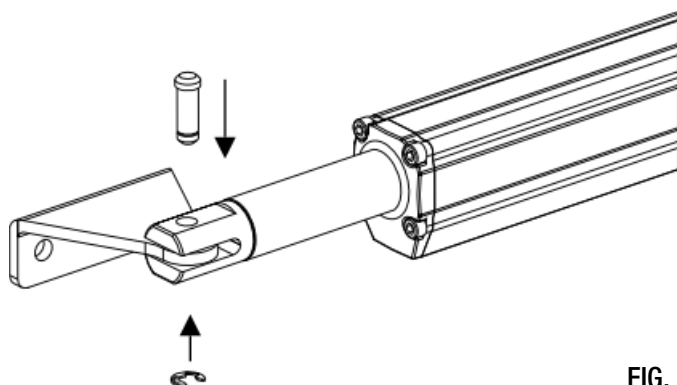

FIG. 7
1. Fijar la plancha anterior de anclaje en el actuador (Fig. 7).